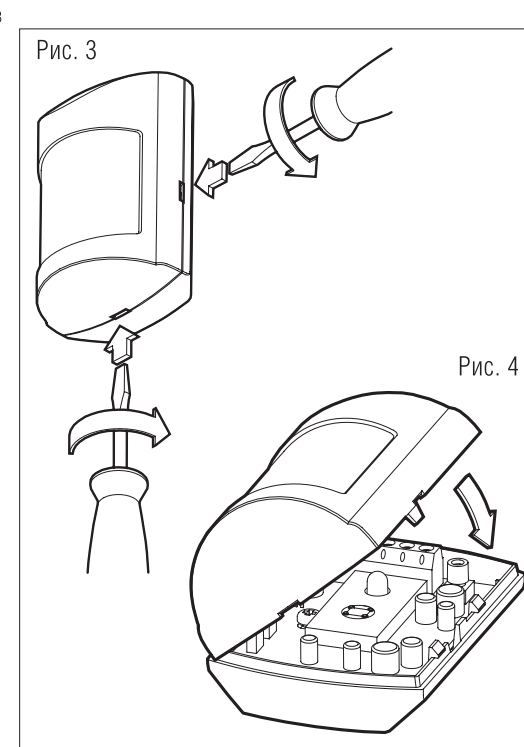

Рис. 4
7. Установить крышку (рис. 4).